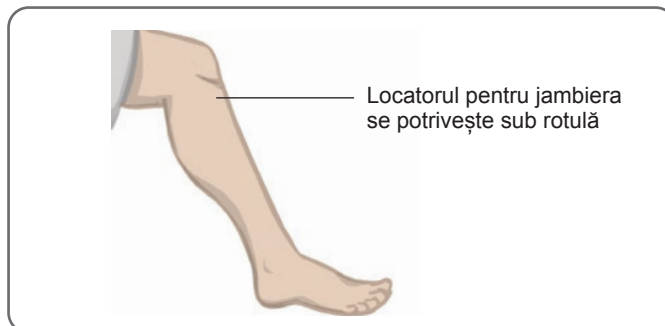

Figura 6-11: Unghiul recomandat al genunchiului pentru poziționarea jambierei Lower Leg
1. Stând așezat, îndreptați ușor piciorul, așa cum se arată în Figura 6-11. Conturul rotulei trebuie să fie clar definit. (Dacă este necesar, puneți piciorul pe un reazem.)